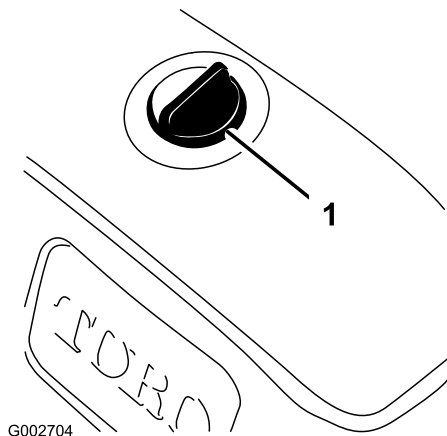

Figura 16
2. Limpe a área em torno da tampa do reservatório de óleo hidráulico para evitar que entrem detritos no depósito (Figura 16).